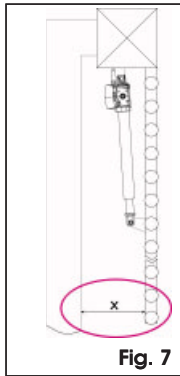

Fig. 7
- ⚠** Una vez instalado el operador, compruebe que la cota "X" de la Fig. 7 sea como mínimo de 500 mm. Si la cota "X" es inferior a 500 mm es necesario realizar una prueba de impacto en el punto marcado en la Fig. 7, tal y como se describe en la norma UNI EN 12445, y comprobar que los correspondientes valores sean conformes con lo establecido por la norma UNI EN 12453.